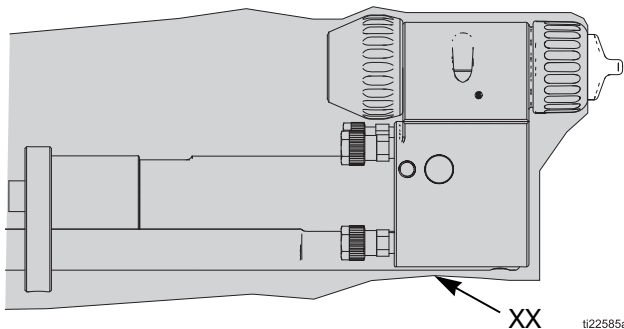

ABB. 18 Pistolenabdeckung
Eine Pistolenabdeckung (XX) über die Vorderseite der Pistole legen und so weit zurückschieben, dass Rohre und Schläuche an der Rückseite des Verteilers abgedeckt werden. Siehe ABB. 18.